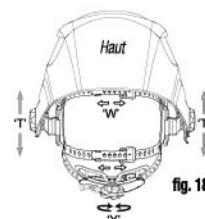

fig. 18
La circonférence globale du bandeau peut être augmentée ou réduite en tournant la molette à l'arrière du bandeau (voir le réglage « Y » dans la fig. 18). Ce réglage peut être effectué alors que le masque est porté, de façon à ajuster la tension pour maintenir fermement le masque sur la tête sans qu'il soit trop serré.
• Si le bandeau est placé trop haut ou trop bas sur la tête, ajustez la sangle qui passe sur le dessus de votre tête. Pour ce faire, libérez l'extrémité de la bande en poussant la broche de verrouillage hors du trou de la bande. Faites glisser les deux parties de la bande pour l'allonger ou la raccourcir, selon vos besoins, puis poussez la broche de verrouillage dans le trou le plus proche (voir le réglage « W » dans la fig. 18).